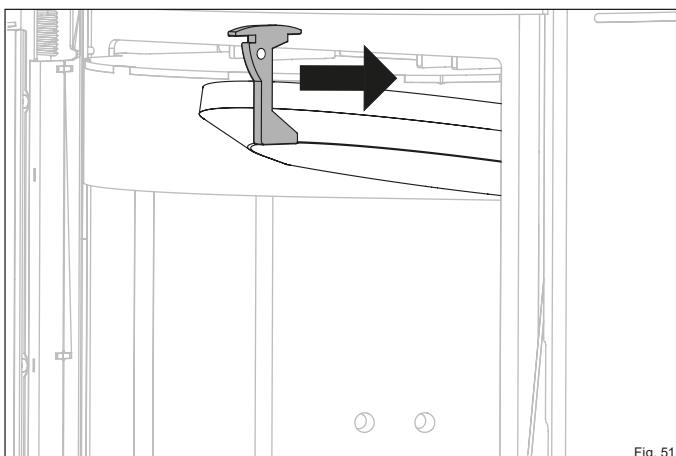

Fig. 51
- Faites glisser le support de la pierre thermique vers l'avant (Fig. 51).